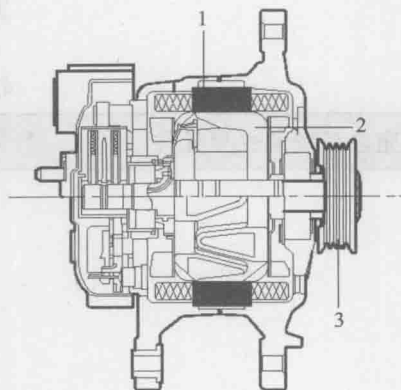

图 1-1-4 发电机
- ① 免维护蓄电池不需要维护,没有可拆卸的蓄电池盖。
- ② 免维护的蓄电池不需要添加电解液。
- ③ 除了盖上的小通风孔外,蓄电池是完全密封的。
(2) 发电机的结构如图 1-1-4 所示。